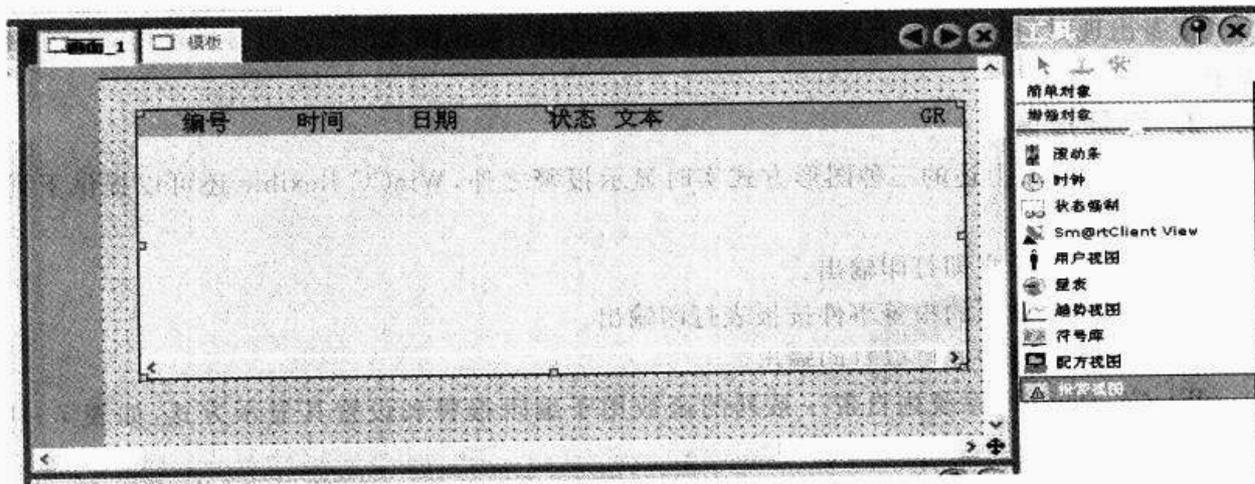

图 7-4 报警视图
① 报警视图。报警视图是为某个特定画面而组态。根据所组态画面的大小,可以同时显示多个报警。可以为不同的报警组以及在不同的画面中,组态多个报警视图。报警视图可以用这种只包括一个报警行的方式组态。如图 7-4 所示。